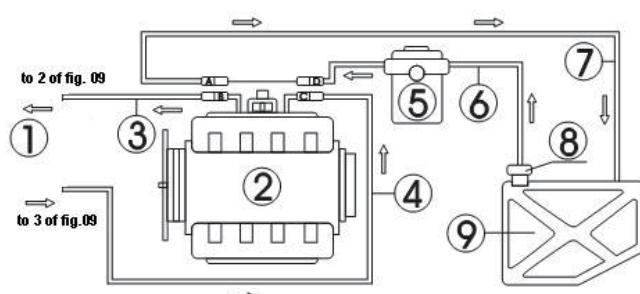

Fig.09
La connexion de la ligne de tuyau du moteur avec un tuyau de retour est illustrée dans la Fig.09.
- Débrancher les raccords des tuyaux d'alimentation en carburant (C, D) et des tuyaux de retour de carburant (A, B) du système d'alimentation en carburant du moteur (envelopper le connecteur avec une serviette lors du débranchement du connecteur). Choisissez les connecteurs appropriés et connectez-les séparément aux extrémités B et C, puis connectez les autres extrémités au tuyau de retour et au tuyau de sortie correspondants de l'unité. Voir Fig.09.